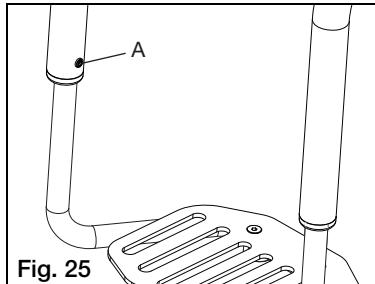

Fig. 25
1. A cada lado del cuadro, afloje el tornillo inferior 5mm (Fig. 25:A).
1. Afloje el tornillo inferior 5mm a cada lado del cuadro (Fig. 25:A).
5. Vuelva a ajustar el tornillo 5mm (Fig. 25:A).